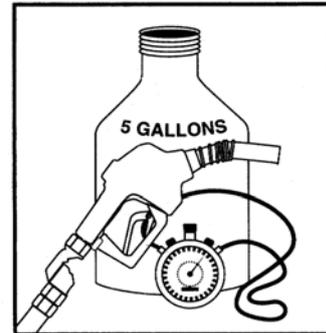

Bild 6
- Erforderliche Geräte: Stoppuhr (Bild 6), Belüfteter Testkanister, Volumen von 5 Gallonen